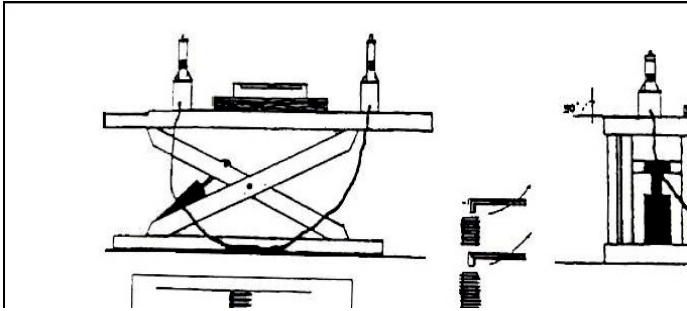

图 19
- 用透明水平管或水平仪检查左右平台平面前后左右水平（图 19）